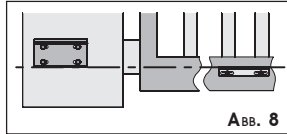

Abb. 8
- Die Unterkante des hinteren Bügels muss zur Oberkante des vorderen Bügels gefluchtet sein (Abb. 8).